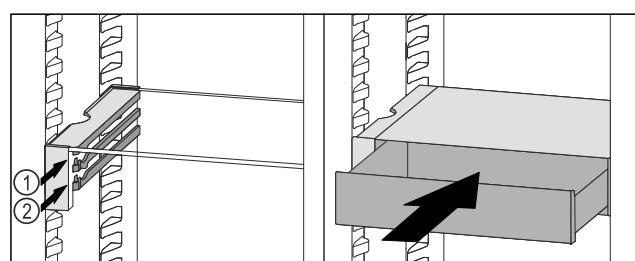

Fig. 52
- Установите выдвижной ящик VarioSafe за стопоры на требуемый выступ Fig. 52 (1) или Fig. 52 (2).